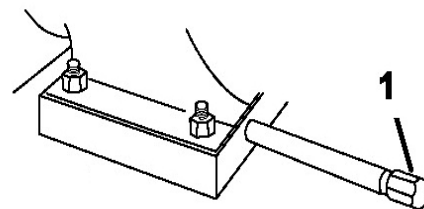

Рисунок 48.
1. Очистите поверхность вокруг крышки сливного отверстия (Рис. 48)